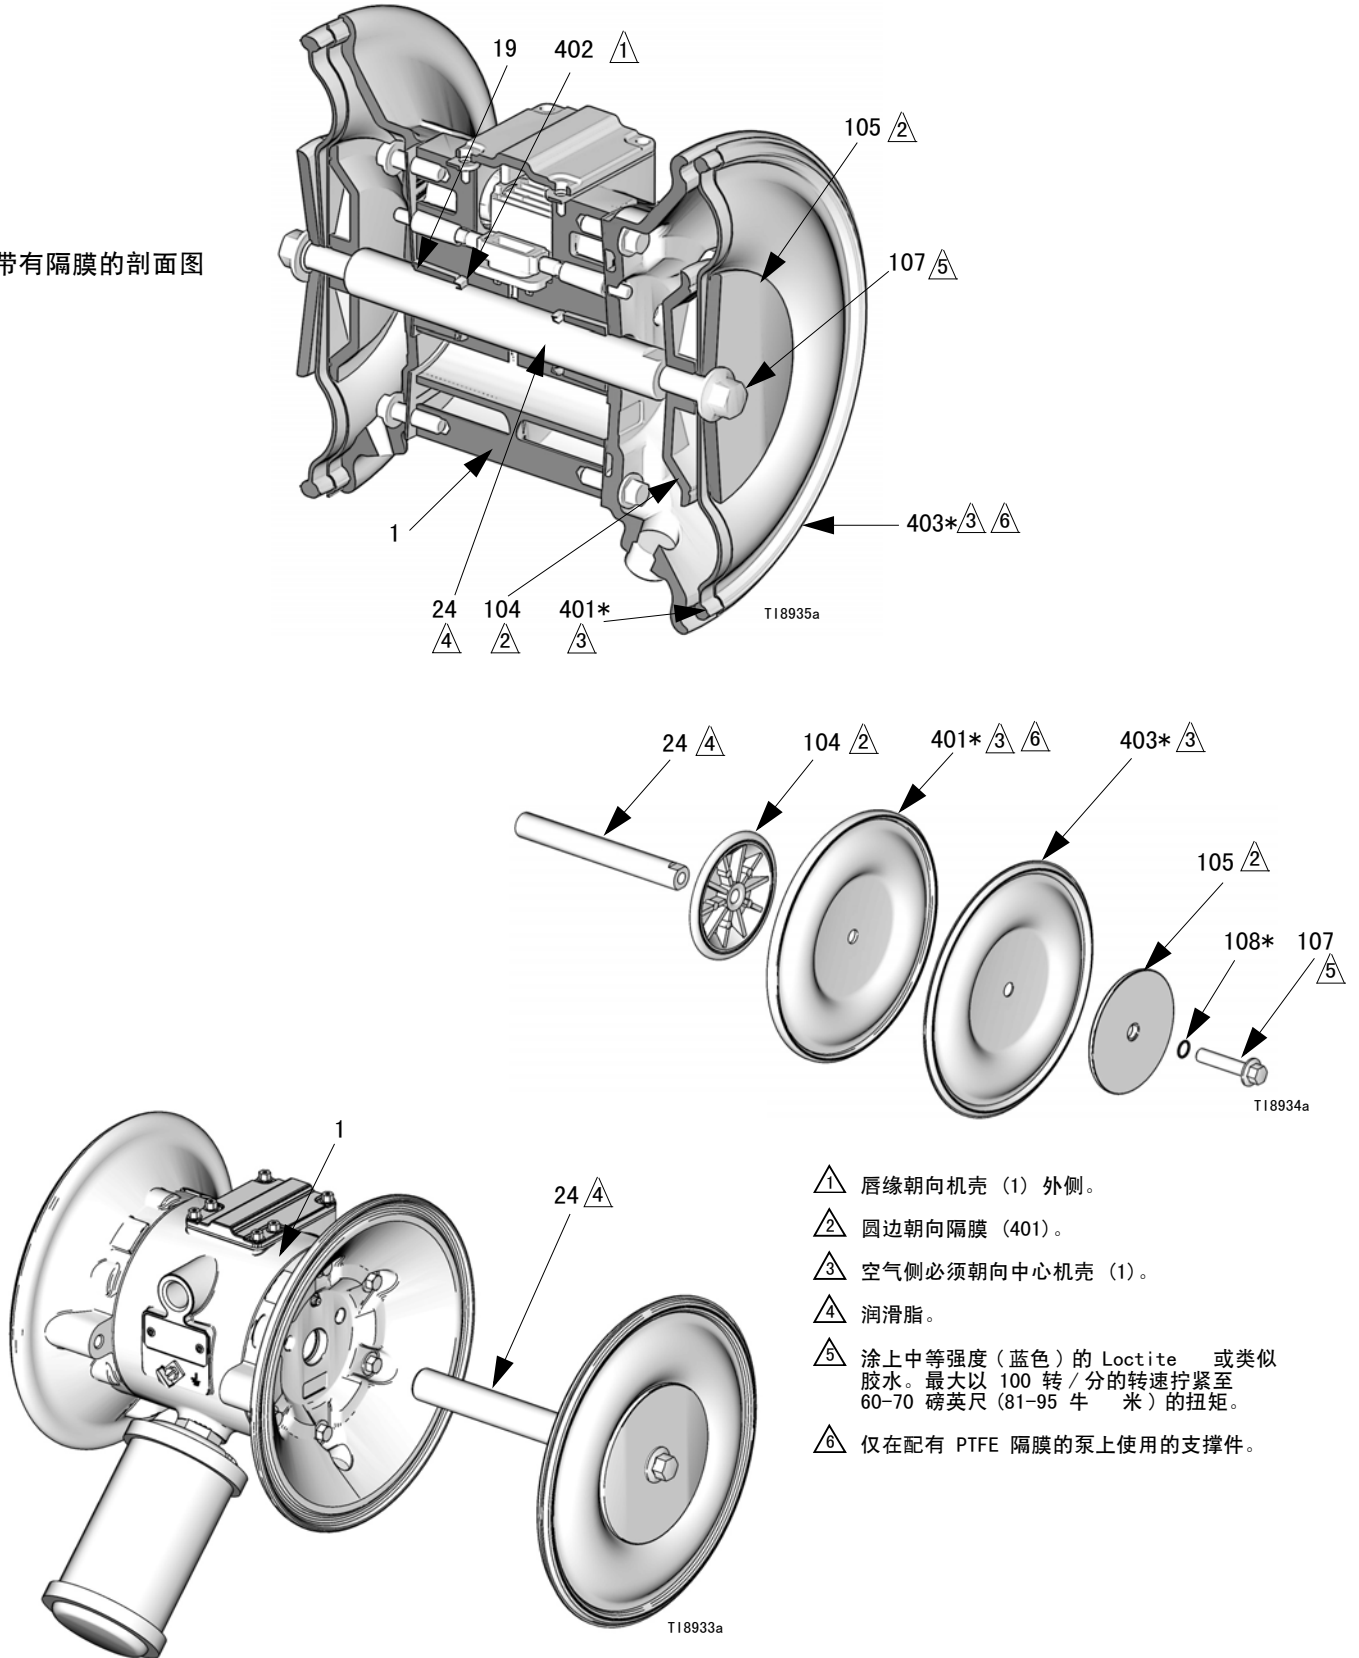

图 11
4. 使用 15 毫米套筒扳手拧松隔膜轴螺栓 (107)，但不要将其卸下。见图 11。
5. 从隔膜轴 (24) 上松开一个螺栓并卸下 O 形圈 (108)、流体侧隔膜板 (105)、隔膜 (403)、支撑件 (401) (仅用于 PTFE 型号上) 和空气侧隔膜板 (104)。见图 11。
6. 将其他隔膜组件和隔膜轴 (24) 从中心机壳 (1) 中拉出。用 19 毫米开口扳手夹住隔膜轴的平面，然后从轴上卸下螺栓 (107)。卸下剩余的隔膜组件。
7. 检查隔膜轴 (24) 是否有磨损或刮伤。若已损坏，则应检查轴承 (19) 情况。若轴承已损坏，则请参阅第 26 页。
8. 将 O 形圈挑针伸到中心机壳 (1) 内，并勾住 U 形环垫圈 (402)，然后将其一起从机壳中拉出。轴承 (19) 未卸下也可以进行这个操作。
- d. 仅在 PTFE 型号上，将支撑件 (401*) 安装到螺栓上。应确保标有“空气侧”的一面朝向中心机壳 (1)。
- e. 安装空气侧隔膜板 (104)，以使圆边朝向隔膜 (401)。该隔膜板标有部件号。
- f. 在螺栓 (107) 螺纹上涂上中等强度 (蓝色) 的 Loctite 或类似胶水。用手将螺栓拧在轴 (24) 上。
1. 安装隔膜轴 U 形环垫圈 (402)，以使唇缘朝向机壳 (1) 外侧。润滑填料。见图 11。
2. 按如下步骤在隔膜轴 (24) 的一端装上隔膜组件：
- a. 将 O 形圈 (108*) 安装在轴螺栓 (107) 上。
- b. 将流体侧隔膜板 (105) 安装到螺栓上，以使圆边朝向隔膜 (401)。
- 卸下空气盖密封垫 (22)。始终用新的密封垫更换。
- 使用轴承起拔器拆卸隔膜轴轴承 (19)、空气阀轴承 (12) 或导向销轴承 (15)。不要卸下未损坏的轴承。
- 如果已卸下隔膜轴轴承 (19)，则将 0 形圈挑针伸到中心壳体内 (1)，并勾住 U 形环垫圈 (402)，然后将其一起从机壳中拉出。检查垫圈。见图 11。
- 如果已卸下，则应安装隔膜轴 U 形环垫圈 (402)，以使唇缘朝向机壳 (1) 外侧。见图 11。
- 轴承 (12、15 和 19) 具有锥度，只能从一个方向安装。将轴承插入中心机壳 (1)，锥形端先入。使用压力机或压块与橡胶锤，将轴承压配至与中心机壳端面平齐。
- ① 先插入轴承的锥形端
- ② 压配轴承，使其与中心机壳（1）面齐平
- ③ 涂上中等强度（蓝色）的 Loctite 或类似胶水。